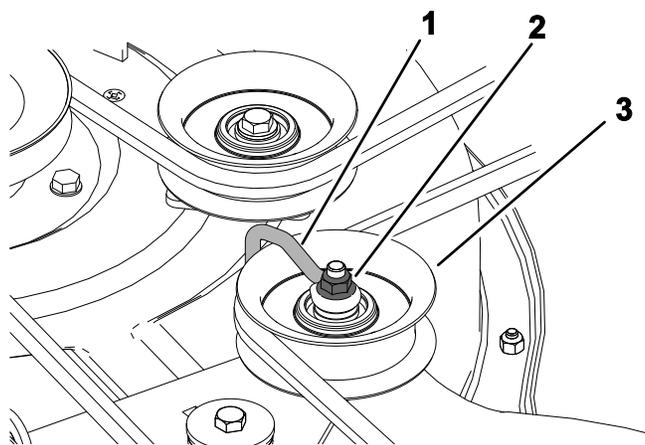

Рисунок 56
6. На деках с 3 ножами ослабьте гайку крепления формованного проволочного элемента к натяжному ролику (Рисунок 56).
Примечание: Приложите формованный проволочный элемент к рычагу натяжного шкива, как показано на Рисунок 56.